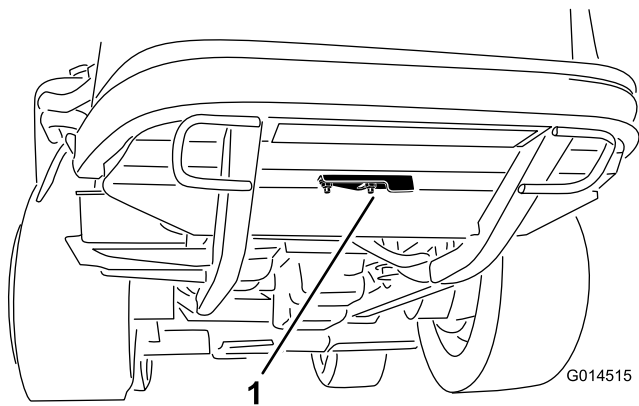

Figure 46
2. Desserrez l'écrou à embase qui fixe le couvercle de nettoyage à la face inférieure du cadre arrière (Figure 46). Faites pivoter le couvercle sur le côté pour exposer le trou de nettoyage dans le cadre.